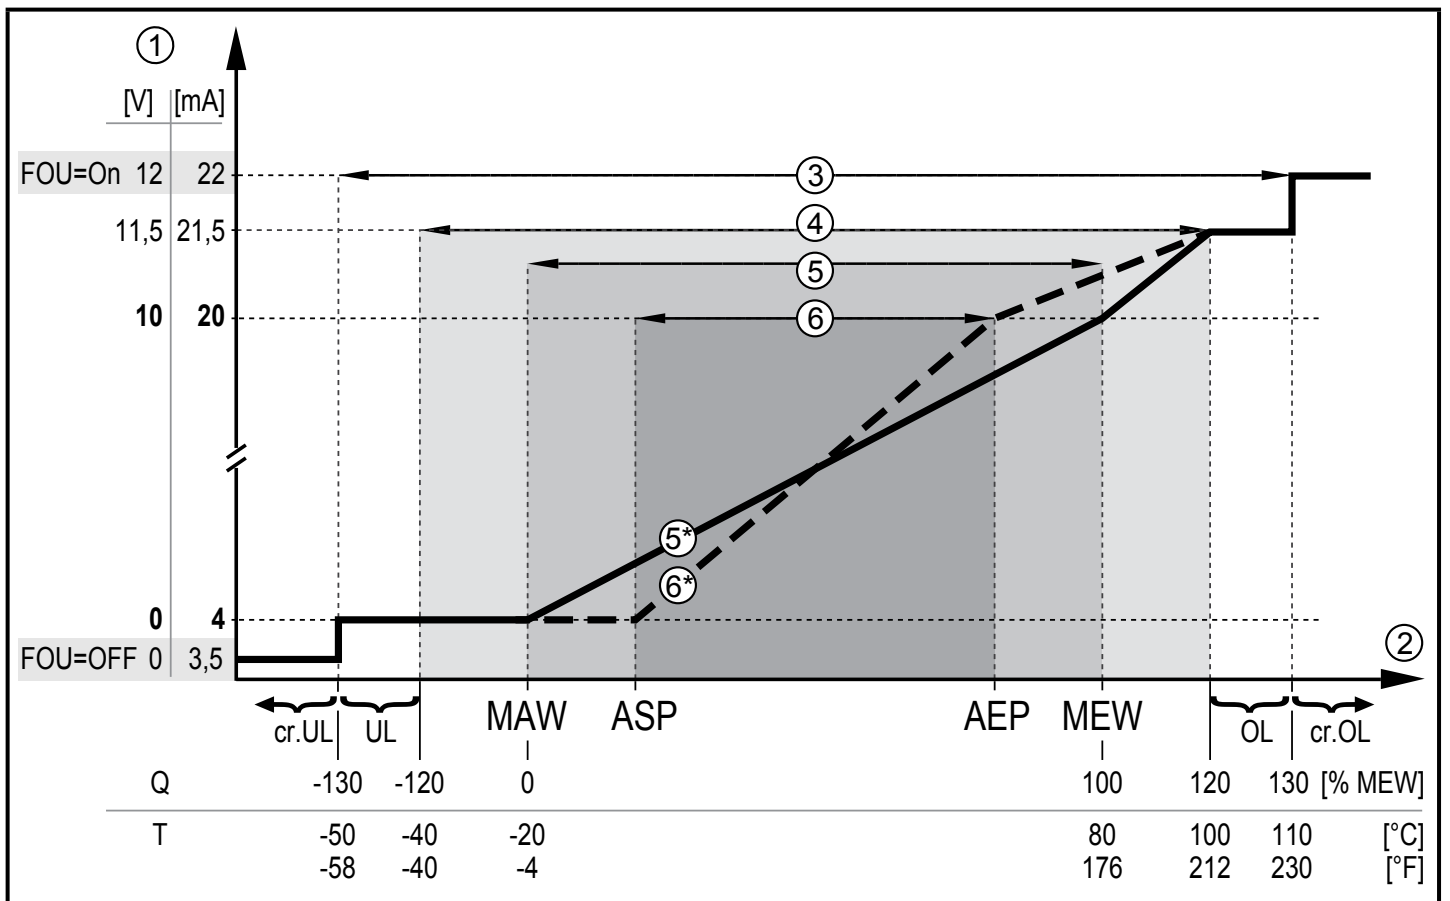

図1: IEC 60947-5-7規格によるアナログ出力の特性
- 測定値が測定範囲外、または内部エラーの場合、図1で示す電流または電圧信号が出力されます。